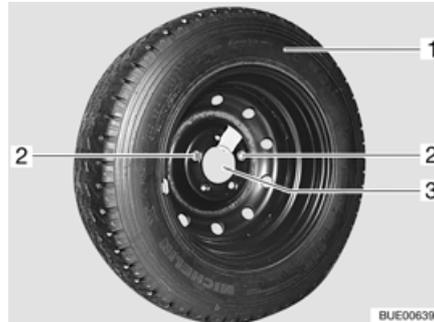

Bild 229 Ersatzrad-Halterung in der Heckgarage
- Die beiden Befestigungsschrauben (Bild 229,2) mit dem Bordwerkzeug herausdrehen und abnehmen.
- Das Ersatzrad (Bild 229,1) von der Halterung (Bild 229,3) abnehmen.